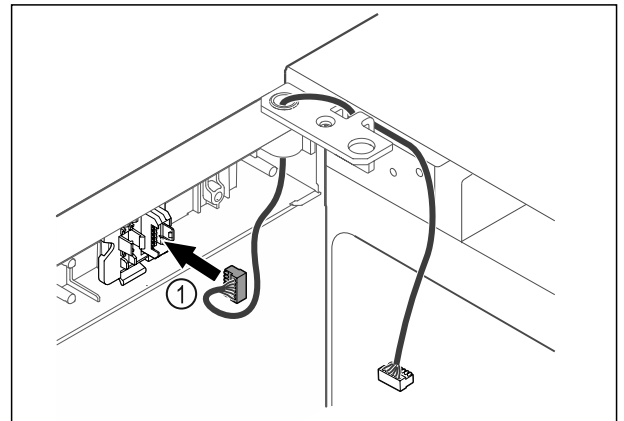

Fig. 42
- Aseta pistoke Fig. 42 (1) pistokkeenpitimeen.